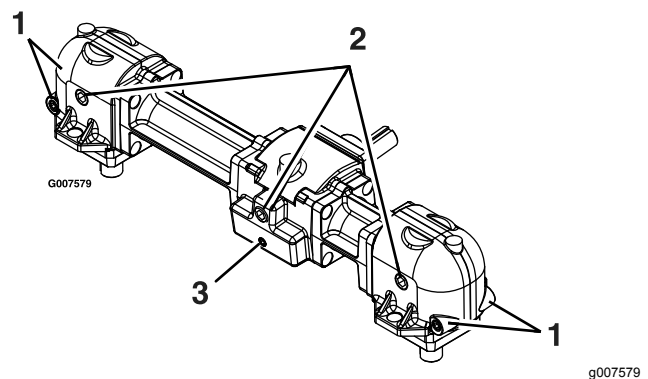

Figura 28
4. Retire el tapón grande de vaciado de aceite de la parte delantera de cada una de las tres secciones de la caja de engranajes, y drene el aceite (Figura 28).